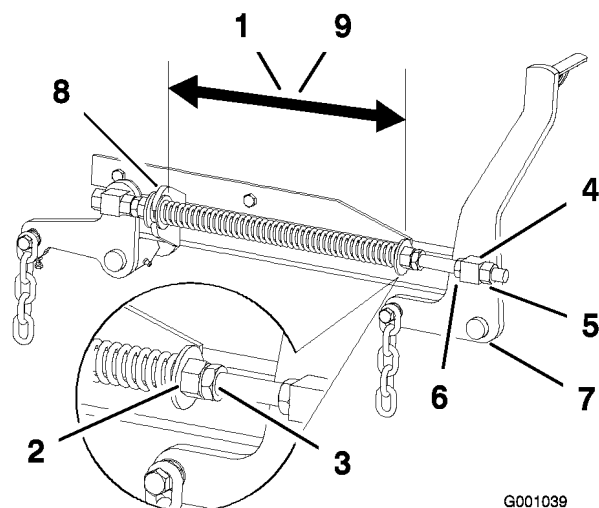

Figura 63
2. Compruebe la distancia entre las dos arandelas grandes, que debe ser de 28,2 cm (11-1/8 pulg.) para plataformas de cortacésped de 52 pulgadas, o 26,7 cm (10-1/2 pulg.) para plataformas de cortacésped de 60 pulgadas (Figura 63).
3. Ajuste esta distancia aflojando la contratuerca elástica y girando la tuerca que está delante de cada muelle (Figura 63). Gire la tuerca en el sentido de las agujas del reloj para acortar el muelle y en el sentido contrario a las agujas del reloj para alargar el muelle.
4. Fije la tuerca en la posición deseada apretando la contratuerca elástica (Figura 63).